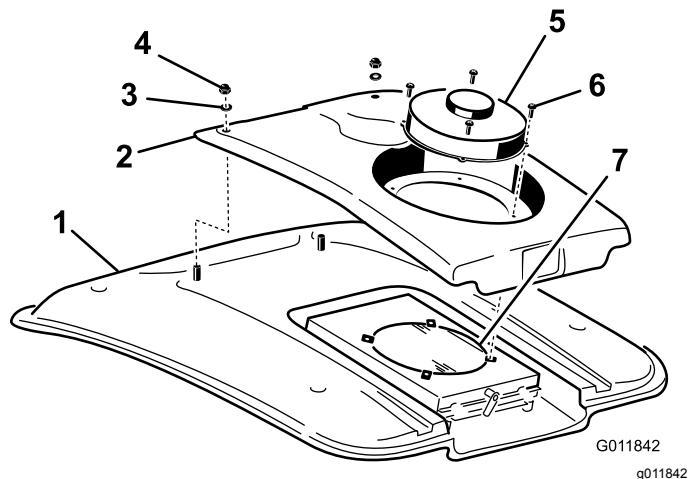

Figure 116
2. Retirez les (4) vis qui fixent le ventilateur et le couvercle du condenseur au support du ventilateur (Figure 116).
4. Retirez les deux écrous et rondelles qui fixent l'avant du couvercle du condenseur au toit de la cabine (Figure 116).
8. Nettoyez soigneusement le condenseur à l'air comprimé (Figure 116).